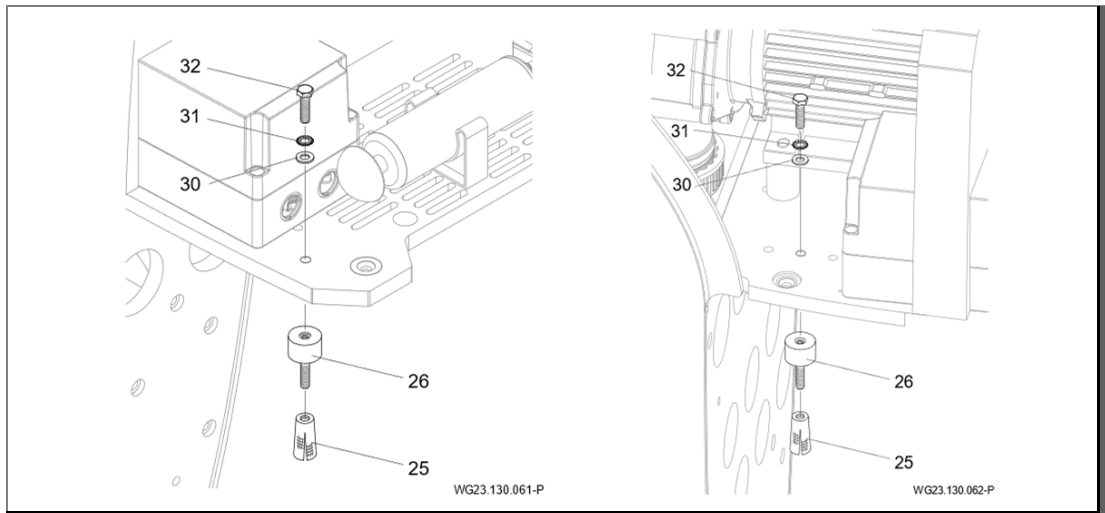

Abb. 6
- ➔ Messingspreizdübel (25) einsetzen und Schwingmetallpuffer (26) aufschrauben. "Abb. 6" auf Seite 21 und .
- ➔ Anlage auf die Schwingmetallpuffer aufsetzen und durch Sechskantschrauben (32) mit Zahnscheiben (31) und Beilagscheiben (30) befestigen. "Abb. 6" auf Seite 21 und .